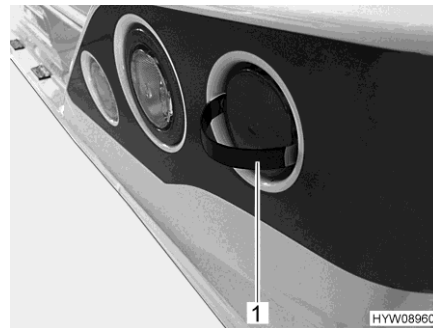

Bild 156 Abdeckung abnehmen
- Rastungen des mitgelieferten Werkzeugs (Bild 156,1) wie dargestellt neben der Abdeckung einstecken.